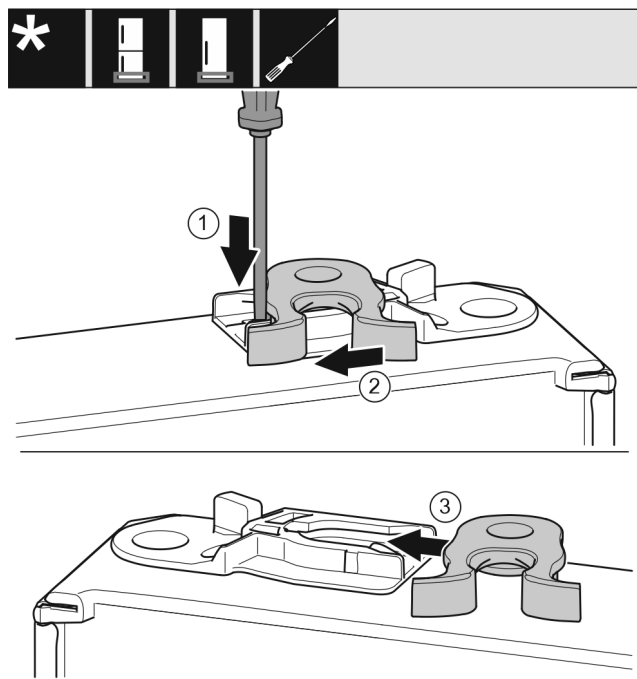

Fig. 31
- Spingere verso il basso la linguetta Fig. 31 (1) con il cacciavite a intaglio.
- Estrarre il gancio di chiusura Fig. 31 (2) dalla guida.
- Spostare il gancio di chiusura Fig. 31 (3) sull'altro lato nella guida.